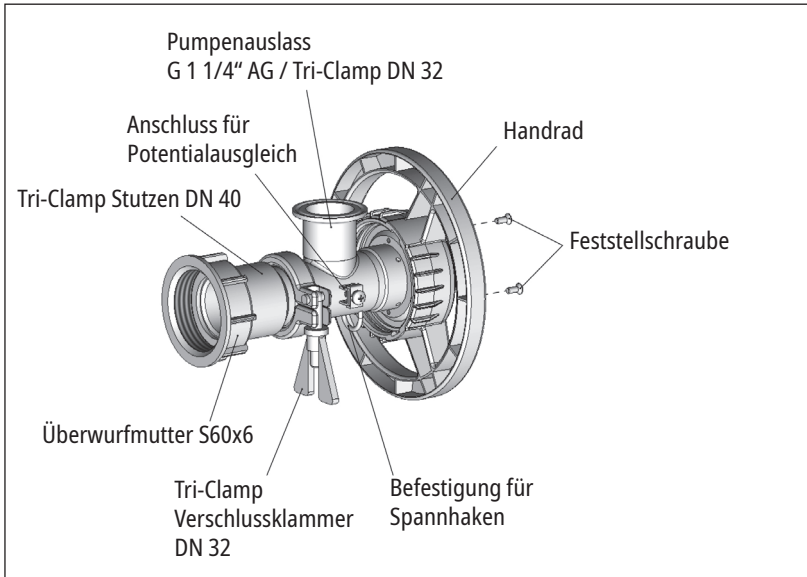

Bild 1A
- ✓ Bei Pumpen aus Edelstahl die Feststellschrauben am Pumpwerk fest angezogen sind (→ Bild 1A)